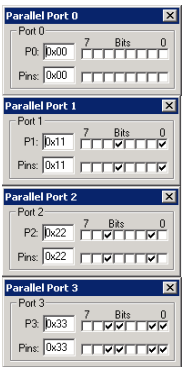

图 21-36 并行 I/O 端口的仿真结果
(6) 继续按 F10 键，当执行到为并行 I/O 端口赋值的指令时，在并行 I/O 端口仿真界面上可以看到对应的改变，如图 21-36 所示。